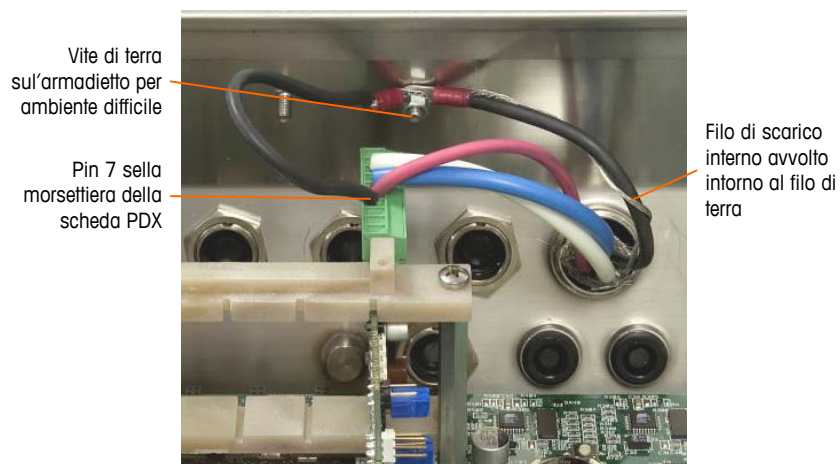

Figura 2-47: Connessione alla terra di alimentazione dell'home run PDX, per ambienti difficili
- b. Avvolgere quindi insieme il filo di scarico interno del cavo home run con il nucleo del filo di terra ed eseguire una connessione alla stessa vite di terra tramite un altro morsetto ad anello, come illustrato in Figura 2-47.